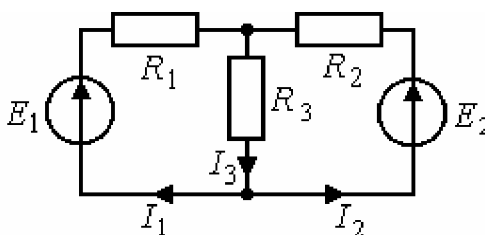

Рис. 1.3
3. На рис. 1.3 изображена исследуемая цепь без измерительных приборов и ключей. Запишите для нее необходимое число взаимно независимых уравнений по законам Кирхгофа.
6. Поясните принцип взаимности применительно к цепи рис. 1.3 и выведите формулы для аналитической его проверки (докажите тождество выражений для двух токов).